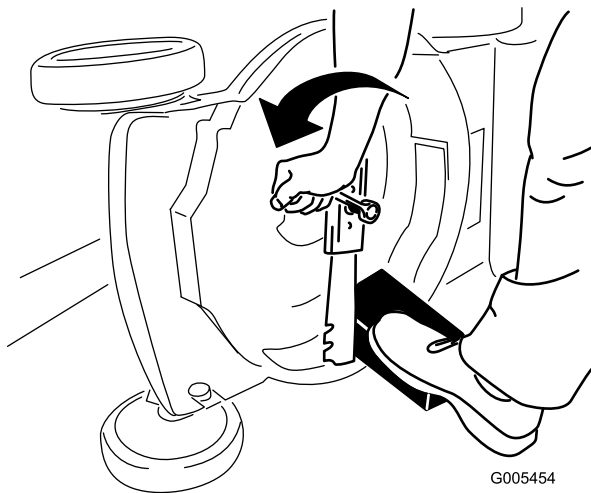

Figura 33
3. Utilice un bloque de madera (no incluido) para inmovilizar la cuchilla (Figura 33).
4. Retire la cuchilla, conservando todos los herrajes de montaje (Figura 33).